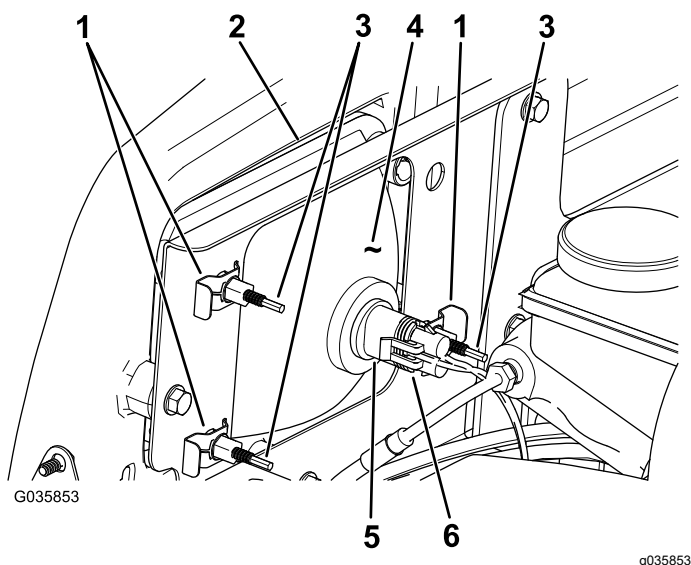

Figura 53
8. Collegate il connettore elettrico del cablaggio al connettore del nuovo gruppo luci (Figura 53).
3. Scollegate il connettore elettrico del cablaggio dal connettore del gruppo luci (Figura 53).
4. Togliete i fermagli che tengono bloccato il faro anteriore sulla relativa staffa (Figura 53).
5. Rimuovete il gruppo faro anteriore spostandolo in avanti attraverso l'apertura nel paraurti anteriore (Figura 53).
6. Montate il nuovo faro anteriore attraverso l'apertura nel paraurti (Figura 53).
2. Sul retro del gruppo faro, ruotate le viti di regolazione (Figura 53) per ruotare il gruppo faro e allineare la posizione di getto del fascio.